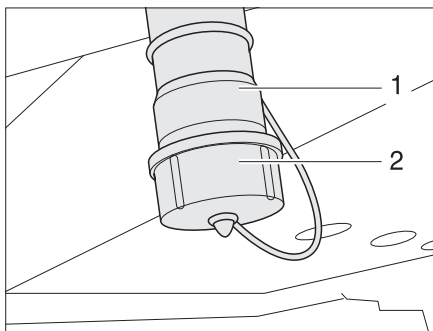

Bild 259 Wasser-Ablaufstutzen und Abwasser-Ablaufstutzen
- Abdeckkappe (Bild 259,2) am Wasser-Ablaufstutzen (Bild 259,1) durch eine viertel Umdrehung im Uhrzeigersinn entriegeln und abnehmen.
- Geeigneten Ablaufschlauch an den Wasser-Ablaufstutzen (Bild 259,1) montieren oder geeigneten Auffangbehälter unter den Wasser-Ablaufstutzen stellen.